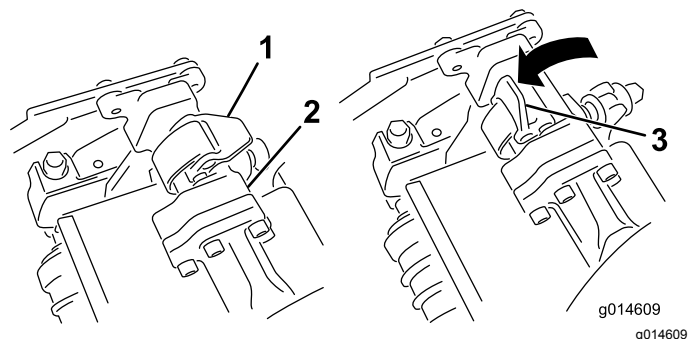

Figura 51
4. Com os fechos na barra do braço de suspensão a apontar para cima (i.e. abertos) (Figura 51), empurre o braço de suspensão para baixo de forma a que a barra passe pela barra através da parte superior da unidade de corte (Figura 52).
5. Feche os fechos para baixo e em redor da barra da unidade de corte e bloqueie-os no sítio (Figura 51).
5. Abra os fechos na barra do braço de suspensão da unidade de corte que está a remover (Figura 51).